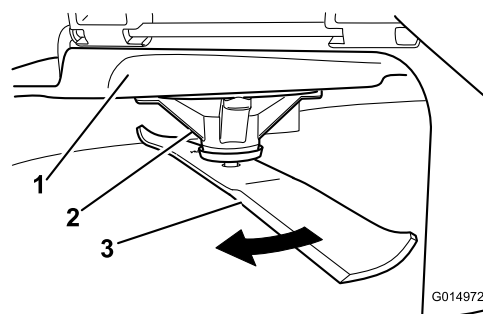

Figure 61
2. Enfilez des gants épais ou utilisez une autre protection adéquate pour les mains, et faites tourner la lame lentement jusqu'à une position permettant de mesurer correctement la distance entre le tranchant et la surface plane sur laquelle se trouve la machine (Figure 61).